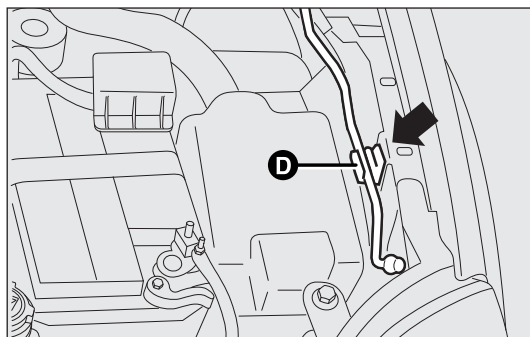
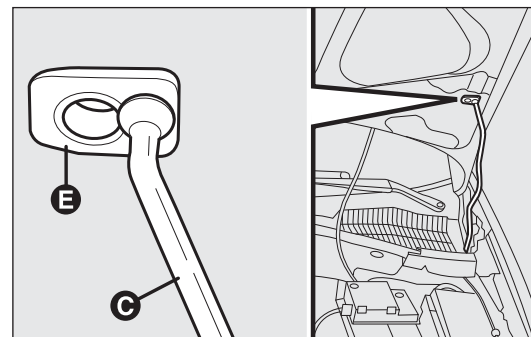

fig. 85
fig. 86
- ☐ soulever le capot et en même temps dégager la béquille de maintien D-fig. 85 de son dispositif de blocage, puis engager l'extrémité C-fig. 86 de la béquille dans l'emplacement E du capot.
- ☐ tenir le capot soulevé d'une main et de l'autre enlever la béquille C-fig. 86 du logement E et la remettre dans son dispositif de blocage D-fig. 85 ;